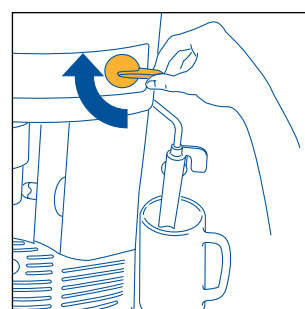

Fig.6
4. Na enkele seconden komt water uit het cappuccinomondstuk. Wanneer ongeveer 30cc water in het kopje is gelopen, draai de stoomknop een halve toer in wijzerzin (fig. 6), om de waterafgifte te onderbreken.
- Om de afgifte van warm water te onderbreken, draai de knop volledig in wijzerzin (fig. 6) en breng het cappuccinomdstuk in zijn oorspronkelijke stand naar het midden van het apparaat toe.
- Verplaats het cappuccinomondstuk naar buiten toe (fig. 6).
- Onderbreek de afgifte door de knop helemaal in wijzerzin te draaien (fig. 6).
- Wanneer de gewenste temperatuur wordt bekomen, wordt de stoomafgifte onderbroken door de stoomknop volledig in wijzerzin te draaien (fig. 6).